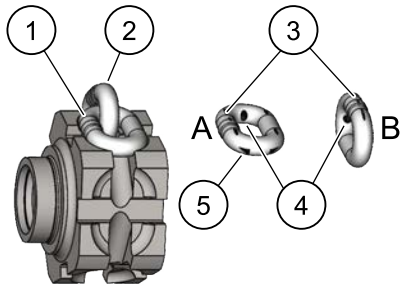

Figure 9. Zones d'usure de la chaîne
3. Relâchez la partie de la chaîne qui passe normalement sur la roue de levage (pignon). Examinez si les maillons de chaîne sont usés (cf. Fig. 9). Si le diamètre de câble n'importe où sur le maillon mesure moins de 90 % du diamètre de câble nominal, remplacez la chaîne.